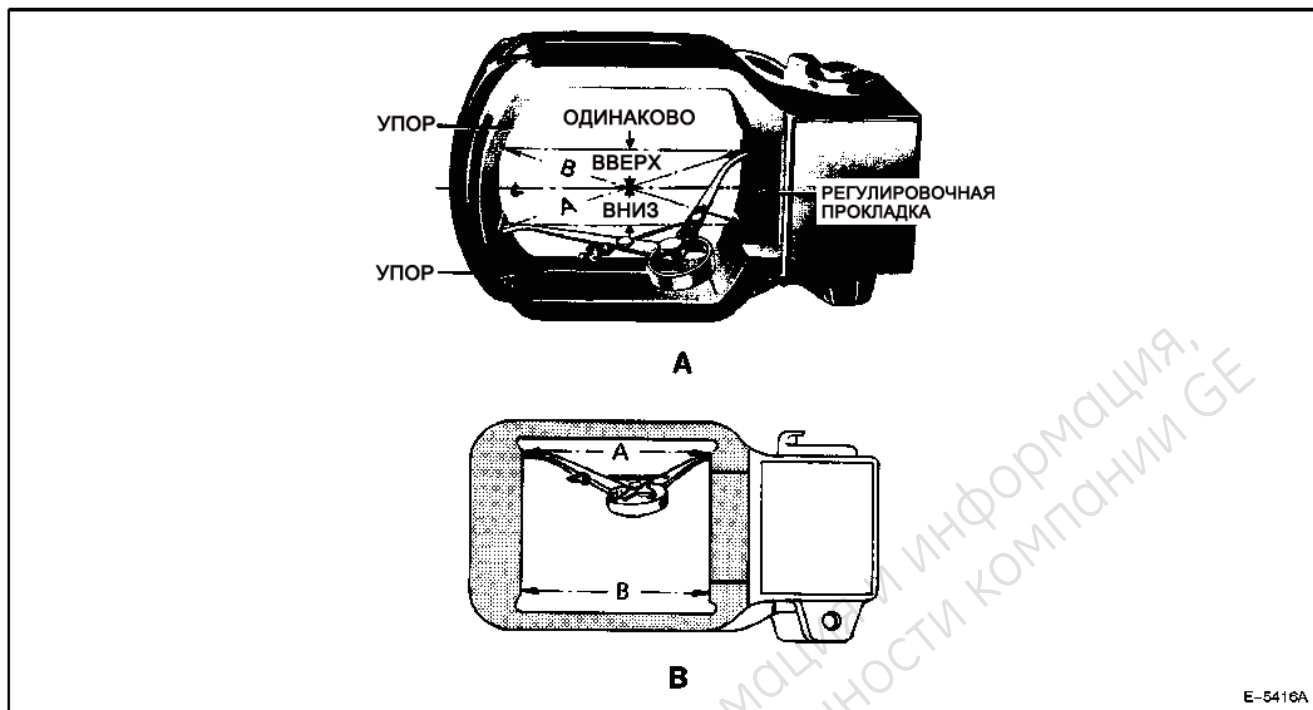
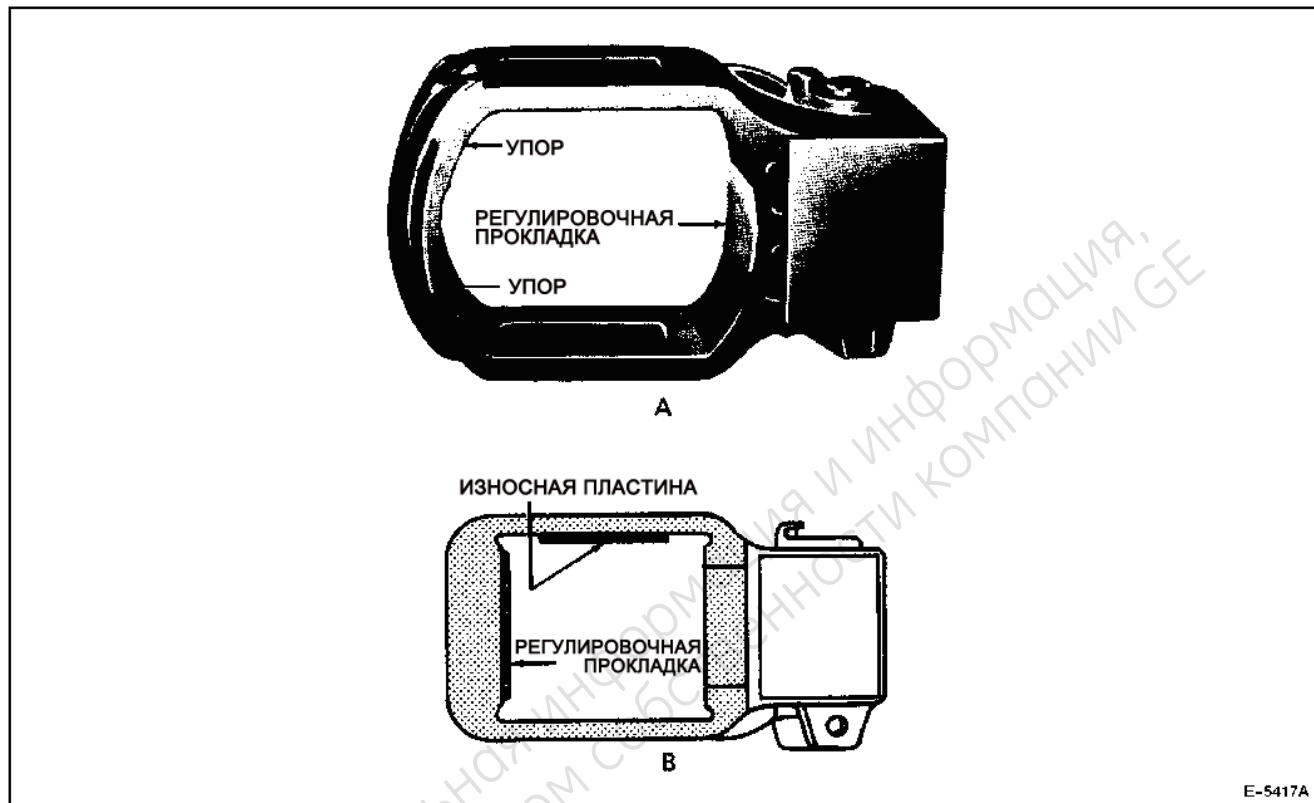

Рис. 5. Измерение проема тягового хомута
Рис. 6. Расположение регулировочных прокладок
- 2 Проем тягового хомута измеряется нутромером, как изображено на рис. 5-А и 5-В. Так как в автосцепных устройствах типов М-380 и МС-390 упорная поверхность тягового хомута полукруглая, истинное расстояние измеряется между диаметрально противоположными точками проема. Одна из ножек нутромера должна касаться регулировочной прокладки выше осевой линии тягового хомута, другая ножка должна касаться упорной пластины на противоположном конце хомута ниже осевой линии. Вычислите среднее арифметическое между результатами измерений А и В.
Если итоговый размер превышает 427,736 мм (16,84 дюйма), то необходимо установить регулировочную прокладку толщиной не более 3,175 мм (1/8 дюйма), чтобы довести размер проема до 423,672–425,45 мм (16,68–16,75 дюйма). Приварите регулировочную прокладку к упорной пластине поглощающего устройства, как изображено на рис. 6. Регулировочная прокладка должна иметь размер 76,2 мм x 349,25 мм (3 x 13,75 дюйма) и быть изогнута радиусом 212,598 мм (8,37 дюйма).
- 3 Проемы тяговых хомутов автосцепных устройств типов М-381 и NC-391 (рис. 5-В) необходимо измерять во всех четырех углах. Если среднее арифметическое результатов всех измерений превысит 352,552 мм (13,88 дюйма), установите на заднюю сторону проема хомута регулировочную прокладку размером 165,1 x 304,8 мм (6,5 x 12,0 дюйма) (рис. 6-В). Толщина прокладки должна быть достаточной, чтобы уменьшить размер проема до 347,472–350,774 мм (13,68–13,81 дюйма).